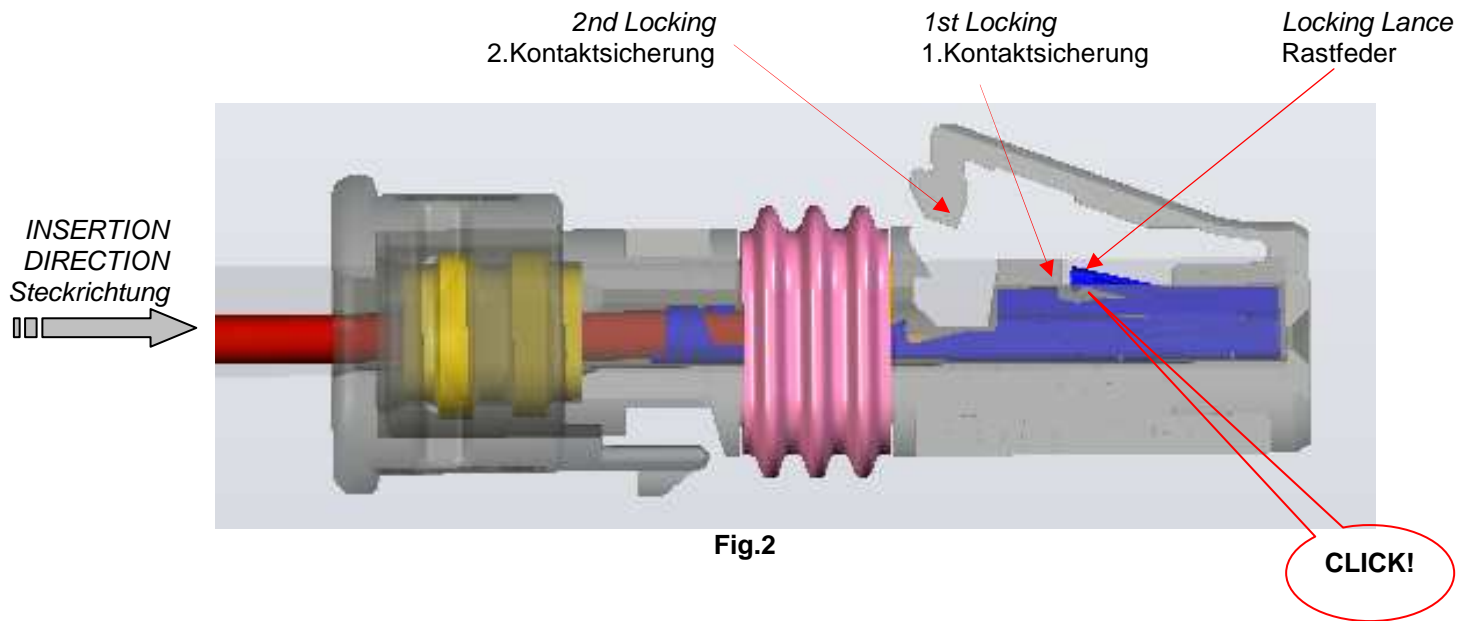

Fig.2
- *INSERT THE CONTACT IN THE CAVITY UNTIL THE LOCKING LANCE OF THE CONTACT SNAPS IN THE OPENING OF THE 1ST LOCKING AS SHOWN IN FIG.2. MIN. 3 TIMES EASILY PULL BACK ON WIRE TO CHECK 1ST LOCKING POSITION.*
- Kontakt in die Kammer einschieben bis die Rastfeder im Fenster der 1.Kontaktsicherung verrastet wie in Fig.2 dargestellt. Min. 3x an der Leitung leicht ziehen und Sitz 1.Kontaktsicherung prüfen.
THE CORRECT LOCKING OF THE LOCKING-LANCE ACC. FIG.2 HAS TO BE TESTED BEFORE CLOSING OF THE 2nd LOCKING. THIS IS MANDATORY AND CAN BE DONE OPTICAL OR MECHANICAL.
Die in Fig.2 gezeigte ordnungsgemäße Verrastung der Rastfedern ist vor dem Schließen der 2.Kontaktsicherung zu überprüfen. Dies ist obligatorisch und kann optisch oder mechanisch erfolgen.